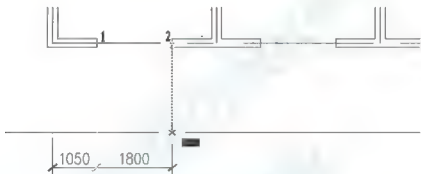

图 3.41 用【连续】标注命令标注尺寸
① 在指定第 1 条尺寸界线原点或 [放弃(U)/选择(S)] 选择 : 提示下, 捕捉①轴线和窗洞口右侧的交点 (2 处), 但不单击, 将光标轻轻地向下拖至辅助线上, 出现交点捕捉后 (图 3.41), 单击。